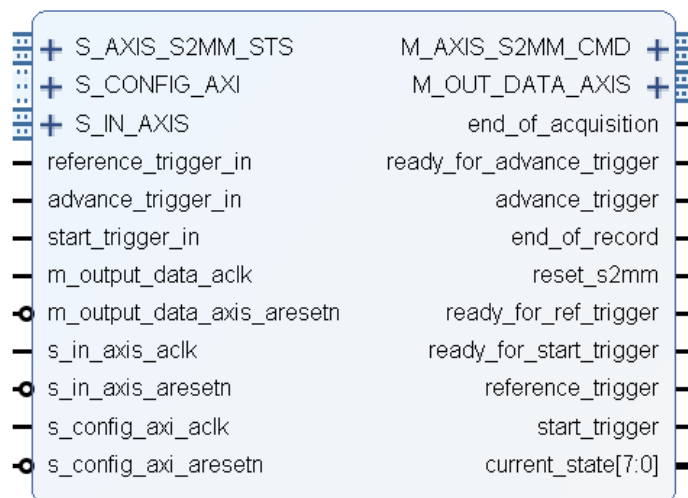

图 4-28 RxEngine IP 接口
- RxEngine 模块负责将 A/D 采集来的数据流（AXI Stream 格式）附加地址信息后转换成 AXI 总线的数据，存储到上位机指定的 DDR 地址空间内的一段环形缓冲区中。如图 4-28 RxEngine IP 接口所示，上位机通过 S\_CONFIG\_AXI(AXI-Lite 总线)负责将起始存储地址和环形缓冲区大小等参数设置到 RxEngine。RxEngine 与 AXI DataMover 配合，负责将 S\_IN\_AXIS 输入的数据转换成 AXI 总线的数据，附上地址信息，按地址存储到 DDR 环形缓冲区中。上位机则通过 XDMA 从 DDR 指定环形缓冲区内将数据读走。
如图 4-28 RxEngine IP 接口所示：